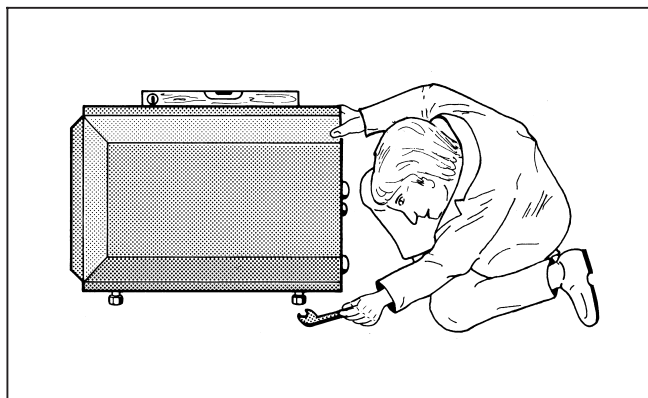

Fig. 4
- Piazzare l'accumulatore-produttore di acqua calda sanitaria e stabilizzare inclinandolo leggermente verso la parte anteriore regolando le viti di regolazione di cui sono muniti i piedi (Fig. 4).